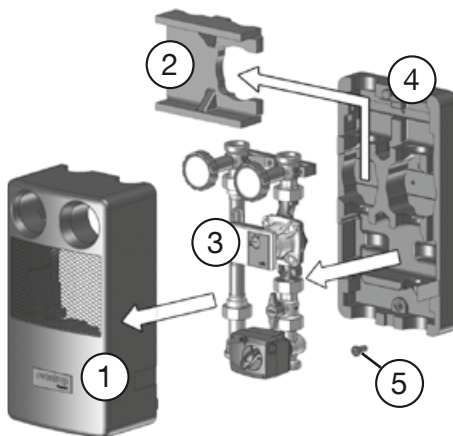

Fig. 8
6. Introduire la pièce intercalaire (5, jointe à la livraison) dans le perçage inférieur de la partie arrière de la coquille d'isolation (4) (fig. 8).
7. Placer le groupe de robinetterie (3) dans la partie arrière de la coquille d'isolation (4).
8. Fixer la station (groupe de robinetterie avec partie arrière de la coquille isolation) sur le mur à l'aide des écrous hexagonaux (clé de 12) livrées. En haut, la station est fixée à l'aide de la fixation murale (3a) et en bas à l'aide de la pièce intercalaire (5) insérée dans la partie arrière de la coquille d'isolation (5).
9. Monter le bloc d'insertion (2).